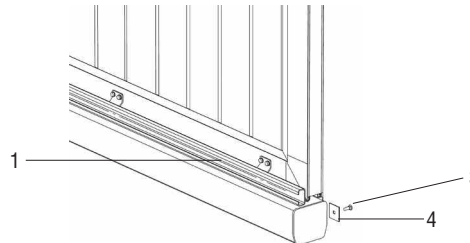

Рисунок 2
2. Заведите в С-профиль (1) болт с полукруглой головкой (3) и закладной пластиной (4) (см. рисунок 2).
3. Не вынимая ключ, потяните рычаг расцепителя на себя (рис. 2).